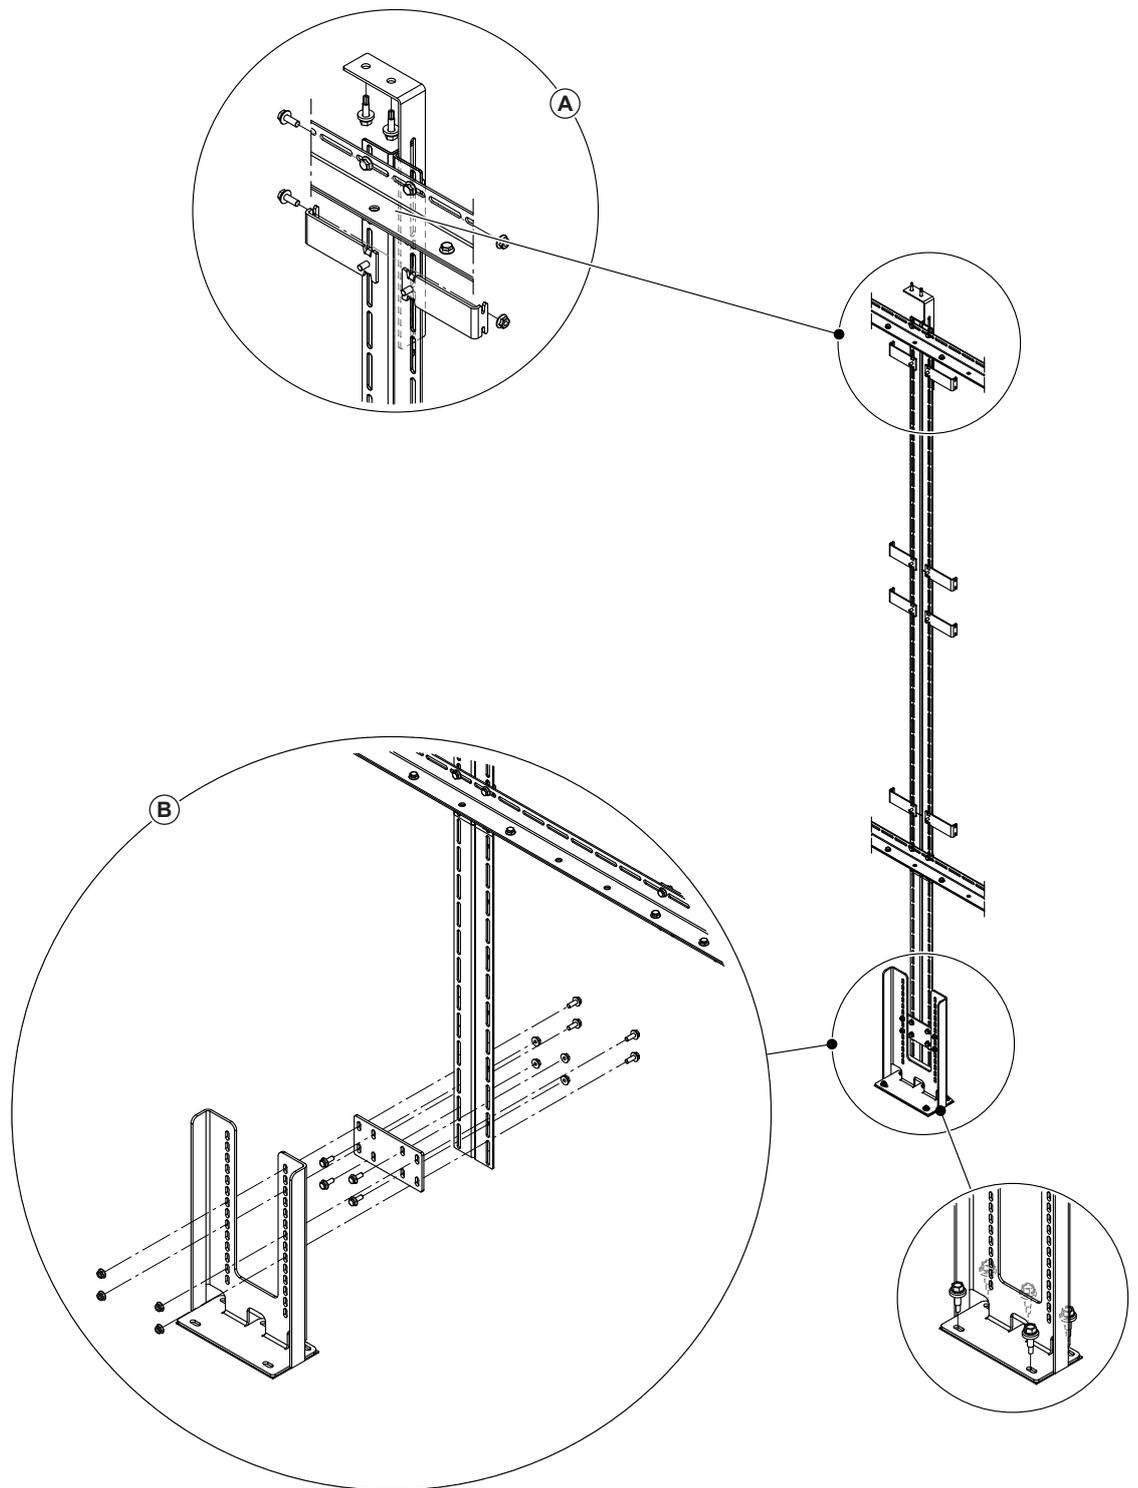

Abb. 29: Unteren Stützfuß und Winkelhalter an die mittlere Vertikalstütze montieren
- Falls nötig, die beiden Schraubverbindungen mit denen der Winkelhalter an der Vertikalstütze befestigt ist, lösen und Winkelhalter nach oben zur Kanaldecke schieben und die beiden Schraubverbindungen wieder anziehen (siehe Detail A in Abb. 29).
- Den Winkelhalter der Vertikalstütze mit zwei Bohrschrauben 6.3 x 25 mm an der Kanaldecke befestigen (siehe Detail A in Abb. 29).